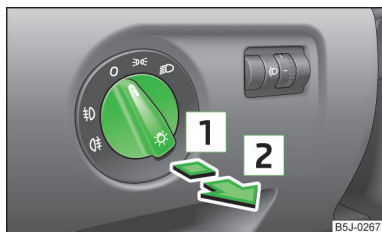

Fig. 26
- Girar primero el conmutador de luces » fig. 26 a la posición **3** o **4**.
- Girar primero el conmutador de luces » fig. 26 de la página 44 a la posición **3** o **4**.